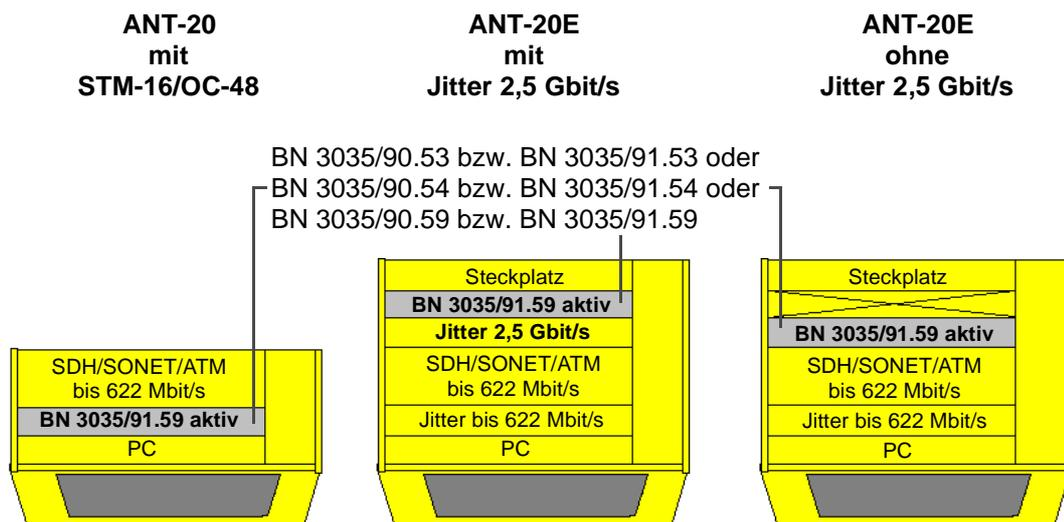

Bild W-5 Einsteckplätze des STM-16/OC-48-Moduls
Die STM-16/OC-48-Module mit der entsprechenden Wellenlänge können nur in der vorgegebenen Position im ANT-20E betrieben werden (siehe Bild W-5). Die Position hängt davon ab, ob das Modul "2488 Mbit/s Jitter Analyzer/Generator" gleichzeitig eingebaut ist oder nicht.
1. Stecken Sie das Modul in die dafür vorgesehene Position (siehe Bild W-5).